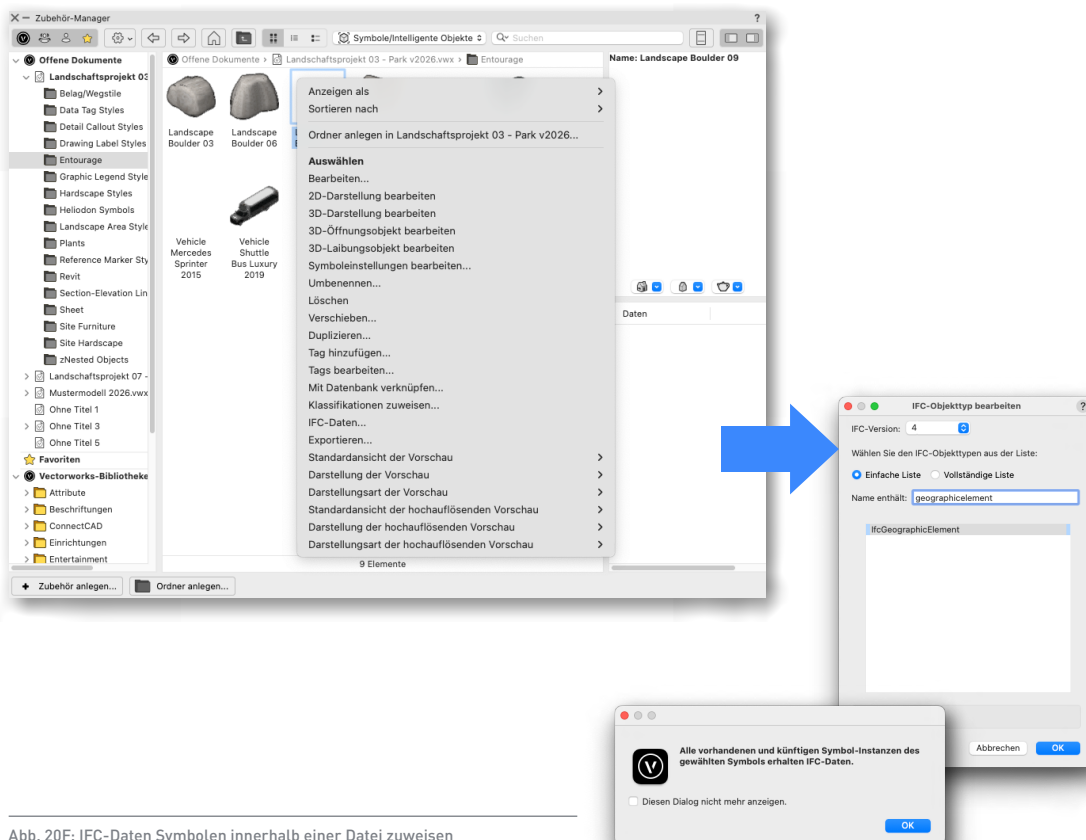

Abb. 20F: IFC-Daten Symbolen innerhalb einer Datei zuweisen
6. Wenn Sie Daten an ein Symbol anhängen möchten, ist es am einfachsten, dies innerhalb des aktiven Dateizubehör im Zubehör-Manager zu tun. Klicken Sie einfach mit der rechten Maustaste auf das Symbol, um das Kontextmenü aufzurufen, in dem Sie **IFC-Daten** wählen. Fügen Sie Daten hinzu, indem Sie das IFC-Tag auswählen und sicherstellen, dass vor dem richtigen PSet ein Häkchen gesetzt ist. Sobald Sie die hinzugefügten Daten mit einem Klick auf **OK** akzeptieren, erhalten Sie eine Bestätigung, dass die Daten an alle bestehenden und zukünftigen Instanzen dieses Symbols angehängt werden (ABB. 20F). Das bedeutet, dass jede zukünftige Platzierung des Symbols ebenfalls die Daten enthält.